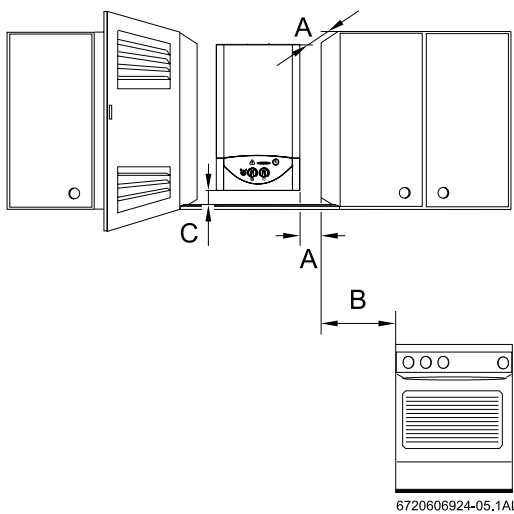

Fig. 7 Separaciones mínimas
- ▶ Asegurar la accesibilidad en los trabajos de mantenimiento respetando las separaciones mínimas indicadas en la Fig. 7.